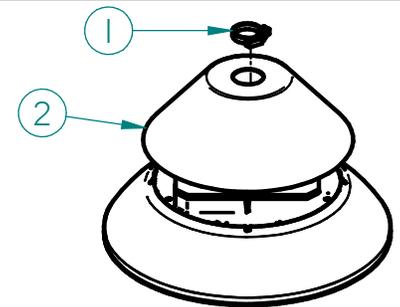
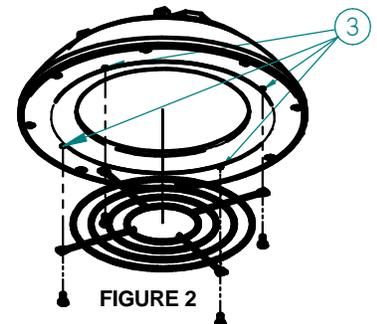

FIGURE 1
FIGURE 2
- Commencez par faire glisser la bride de fixation pour poteaux (élément 1, fig. 1) autour du pendentif, puis faites glisser le linceul (article 2, fig. 2) sur le pendentif. Après avoir fixé le luminaire au pendentif, poussez le protecteur sur le boîtier et serrez le collier pour le maintenir en place.
- Percez quatre (4) trous à une profondeur de $\frac{3}{8}$ " pouces aux emplacements des trous pilotes (élément 3, figure 2). Utilisez du ruban adhésif sur le foret pour indiquer le moment où la profondeur de $\frac{3}{8}$ " pouces est atteinte. Remarque: ne dépassez pas la profondeur du trou de $\frac{3}{8}$ " pouces et assurez-vous que le foret est perpendiculaire à la surface de montage.